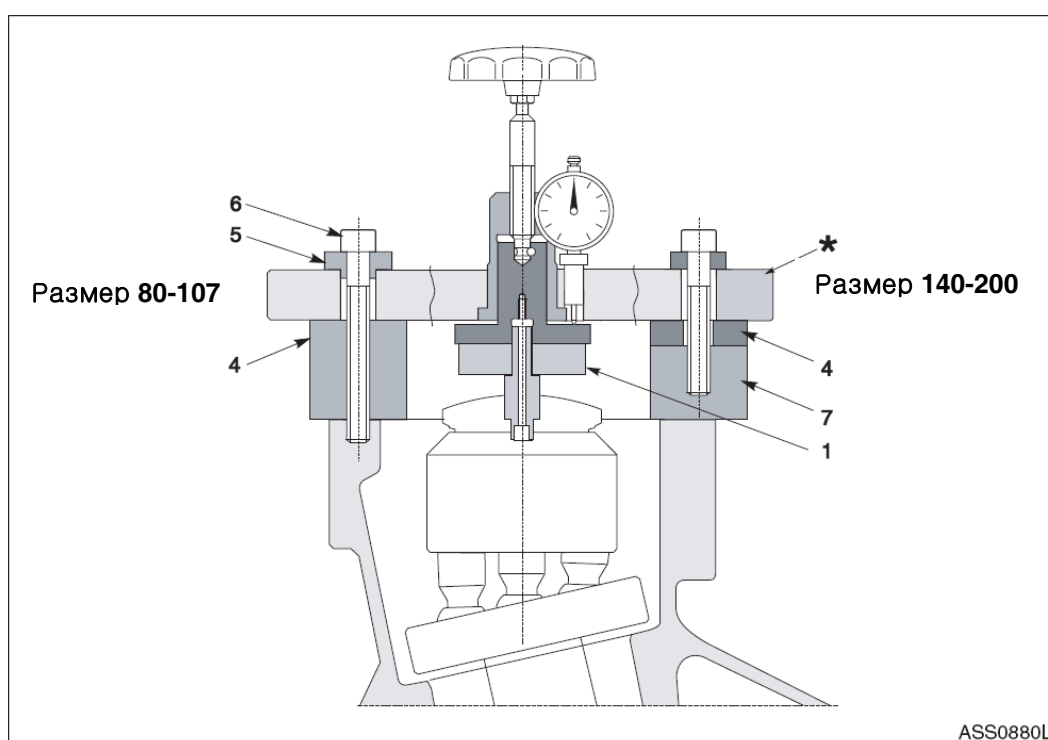

Рис. 89
**ПРИМЕЧАНИЕ:** Обеспечьте правильную установку насоса в монтажном положении. Цифры на верхней части измерительного прибора (\*, рис. 89) относятся к диаметру поршня.